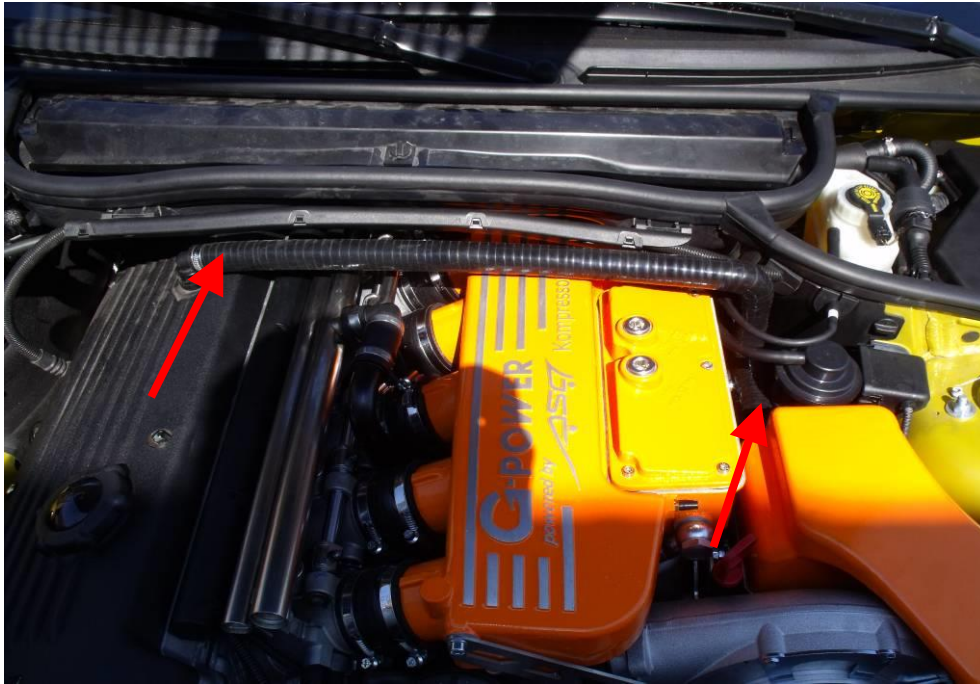

Abbildung 41
- o Schlauch zum Ausgleichsbehälter Kühlwasser Ladeluftkühler (4) auf Ringauge (6) aufstecken und mit Schelle sichern
- o Halter Saugrohr vorne (**P341-42-30b**) anbringen und Ölzulaufschlauch mit Kabelbinder fixieren. Kantenschutz als Polster verwenden. (Abbildung 41)